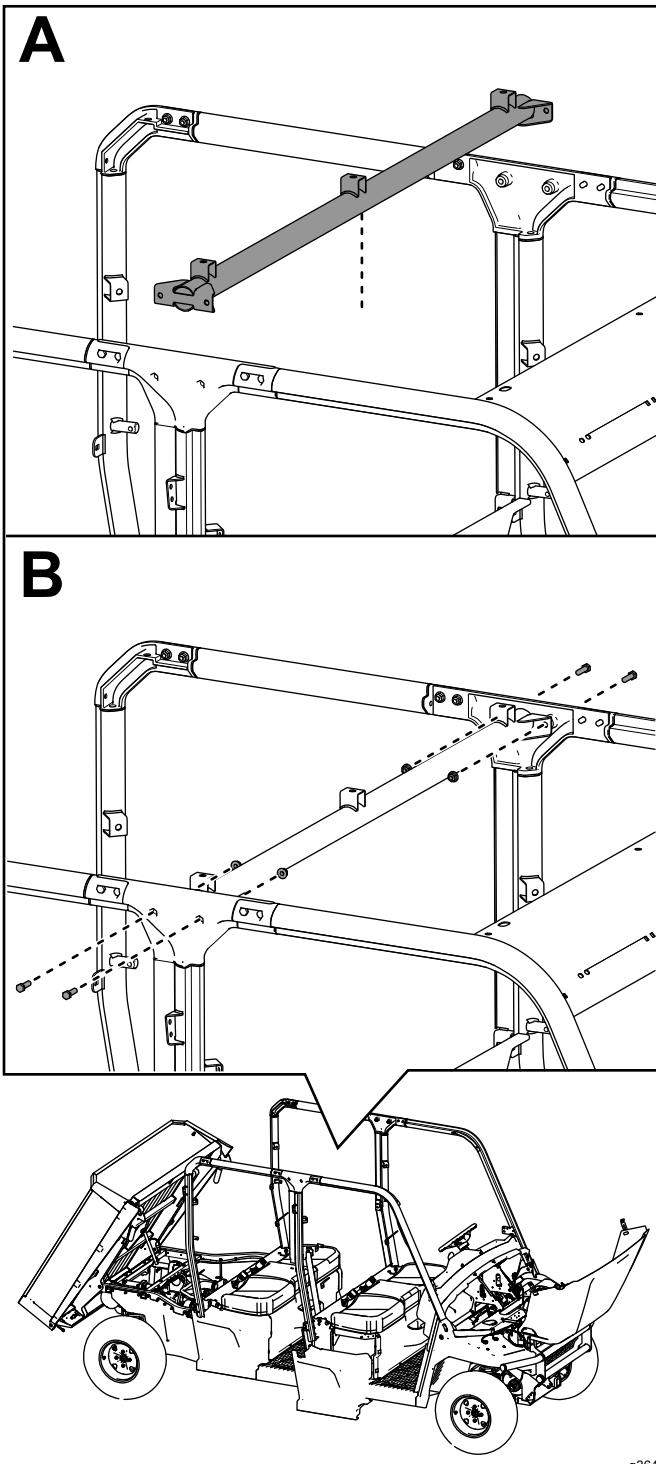

図 43
16. 中間ROPSアセンブリに、中間クロスリンクを取り付ける六角ヘッドボルト $3/8 \times 1\frac{1}{4}$ " 4 本とロックナット $3/8$ " 4 個で図 43 のように取り付ける。